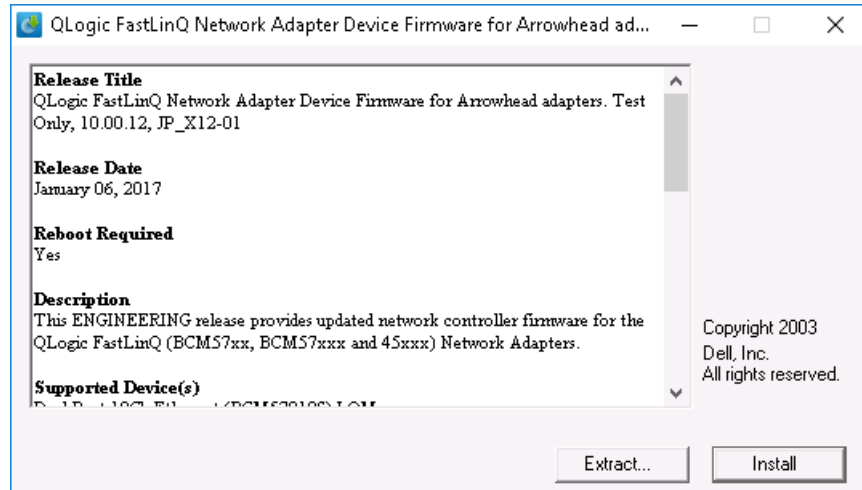

Figura 3-1. Ventana Dell Update Package (Paquete de actualización de Dell)
2. En la ventana Dell Update Package (Paquete de actualización de Dell) (Figura 3-1), haga clic en **Install** (Instalar).